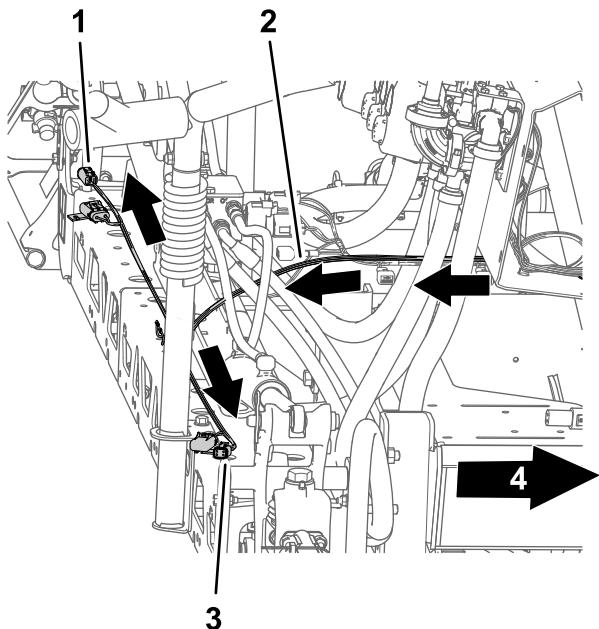

Figure 45
3. Acheminez le faisceau de câblage vers la section de pulvérisation centrale (Figure 45) comme suit :